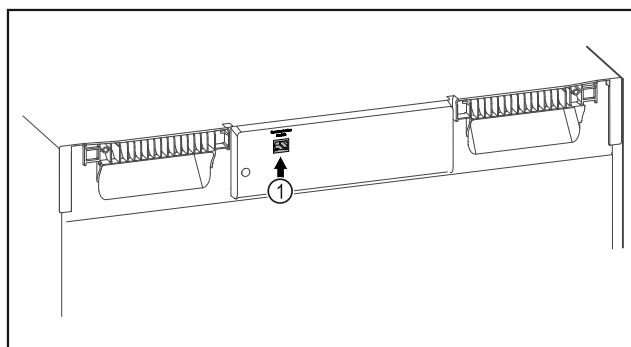

Fig. 152
- ❑ Le SmartModule Fig. 152 (1) est installé.